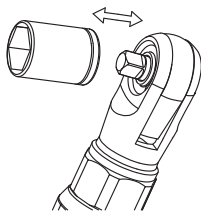

Abb. 3
1. Setzen Sie einen Sockel in den Amboss ein (siehe Abb. 3).
Befolgen Sie immer die nachstehenden Anweisungen, um eine Steckdose zu entfernen. Ziehen Sie die Buchse direkt aus dem Amboss des Ausgangslaufwerks heraus. (siehe Abb. 3)